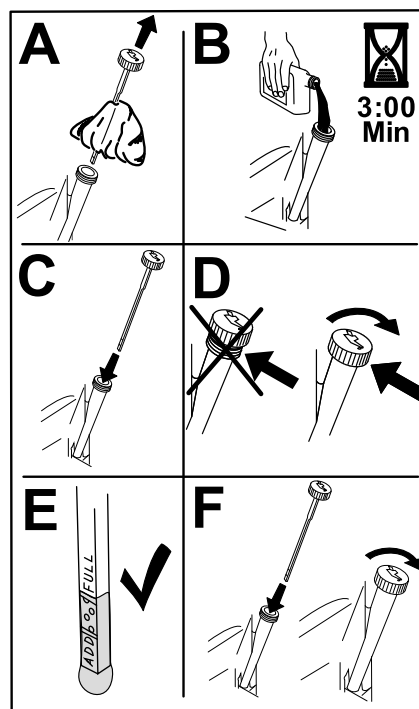

Figura 52
6. Versate lentamente circa l'80% dell'olio indicato nel tubo di rifornimento e sempre con cautela rabboccate l'olio necessario per portarlo alla tacca di Pieno (Figura 52).